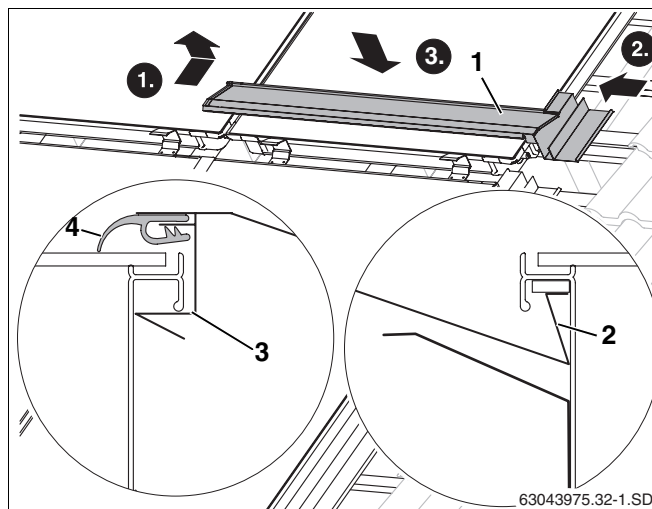

Fig. 51 Poser la première tôle de recouvrement centrale
- Poser l'épaulement de la tôle de recouvrement (fig. 51, **pos. 2**) dans la rainure du châssis du capteur.
- Insérer la tôle de recouvrement (fig. 51, **pos. 1**) contre le capteur et dans la tôle de recouvrement centrale droite.
- En appuyant par le haut sur la tôle de recouvrement, la tôle s'encastre dans la rainure du châssis du capteur (fig. 51, **pos. 3**).
- Poser la lèvres en caoutchouc (fig. 51, **pos. 4**) en haut sur le capteur et tirer vers l'avant.